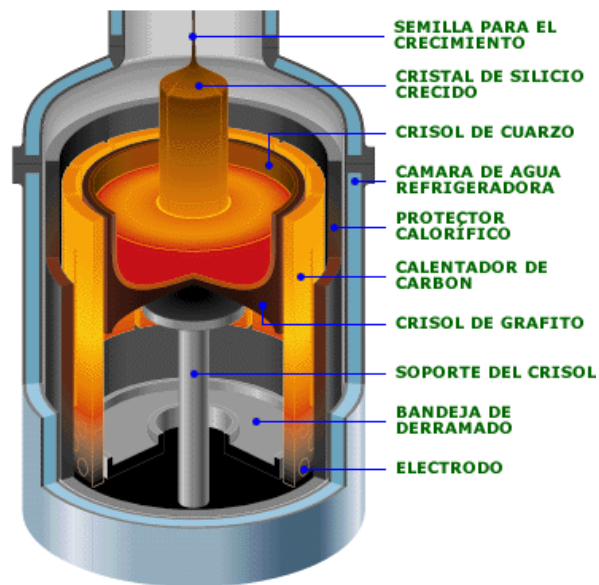

Ilustración 39: Método Czochralsky
- Método Czochralsky (ilustración 39)